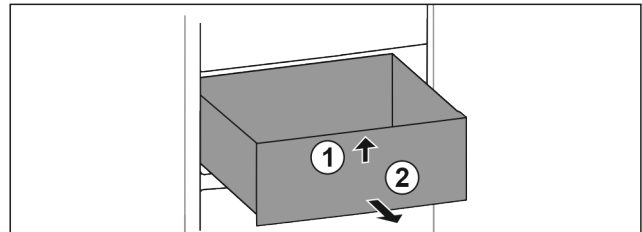

Fig. 75
- Sollevare il cassetto dal davanti. Fig. 75 (1)
- Rimuovere il cassetto tirandolo in avanti. Fig. 75 (2)